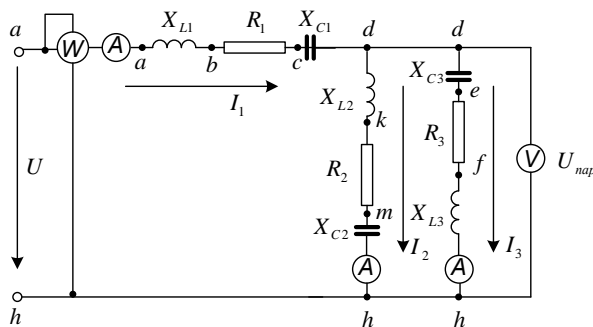

Рис. 1.1
1. По базе данных (табл. 1.1) для своего варианта определить параметры электрической цепи (рис. 1.1), питающей от сети синусоидального тока с напряжением  $U$ .